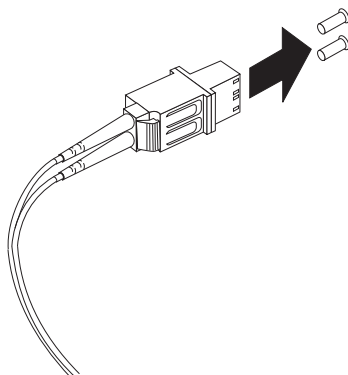

图 33. 卸下 LC-SC 电缆适配器保护帽
3. 从 LC-SC 电缆适配器的 LC 接口端卸下两个保护帽，如图 33 中所示。请妥善保管保护帽以供以后使用。